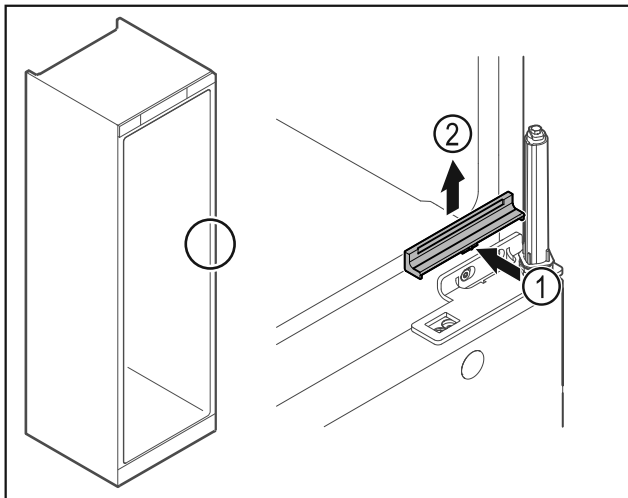

Fig. 26
- ▶ Tryck in skyddet Fig. 26 (1) något i mitten och ta av det uppåt Fig. 26 (2).